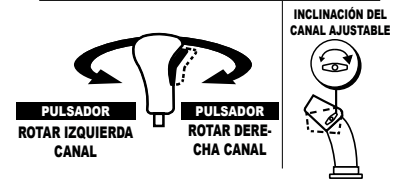

Figura 3-8
- Para cambiar la dirección en que se quita la nieve, oprima el botón de la palanca de control y gire dicha palanca hacia la derecha o hacia la izquierda. Consulte la Figura 3-8.